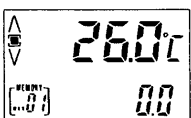

Fig. 5
- ② ◀キーを押して表示器左下に表示されているメモリーNo.のわきに「MAN」の表示が出るようにします。(Fig. 5)
- ③ (ENT) キーを押すと現在の測定値が表示中のメモリーNo.に記憶されます。
- ④ 続けて (ENT) キーを押すと、順次その時点での測定値を記憶します。
- ⑤ ▲または ▼キーを押すとメモリーNo.が変わり、記憶している測定値を表示します。押し続けると変わるスピードが早くなります。
- ⑥ (CLR), (ENT) の順でキーを押すと表示中のメモリーNo.の内容はクリアされます。